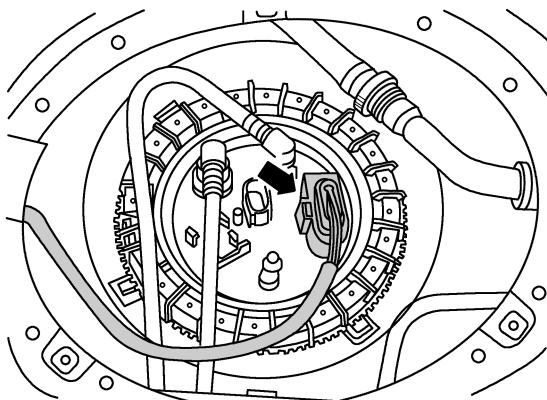

图 9-2-18 松开并拔出密封法兰上的电气插接器
- (6) 如图 9-2-18 箭头所示, 将密封法兰上的电气插接器松开并拔出。